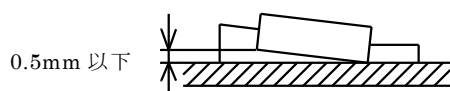
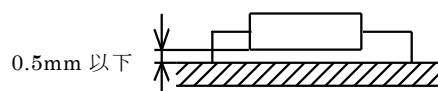

図 3-1
図 3-2
- (p) フリッカ継電器またはソリッドステート・タイマとして、H3CR-Aを使用する場合には、電源スタート／電源リセットで使用するため端子番号⑥－②間を短絡すること。
(3) 電子回路組立て作業
- (c) 抵抗器、ダイオード、コンデンサはプリント基板にほぼ密着させて取付けること。浮き上がり限界は、図 3-1、図 3-2 に示すとおりとする。